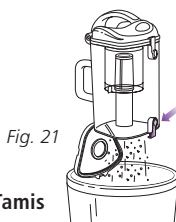

Fig. 21
- 2 Maintenez le récipient à poussière au-dessus d'une corbeille et appuyez sur le bouton de dégagement de la porte inférieure. **(Fig. 21)** Frappez doucement pour vider le contenu. Refermez la porte jusqu'à ce qu'elle s'enclenche.